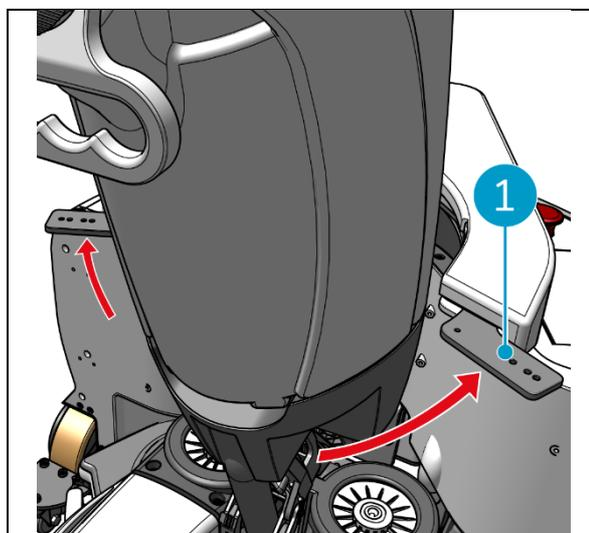

Figure 45
3. Déverrouillez l'anneau de fixation de l'i-walk (Figure 45, pos. 1).